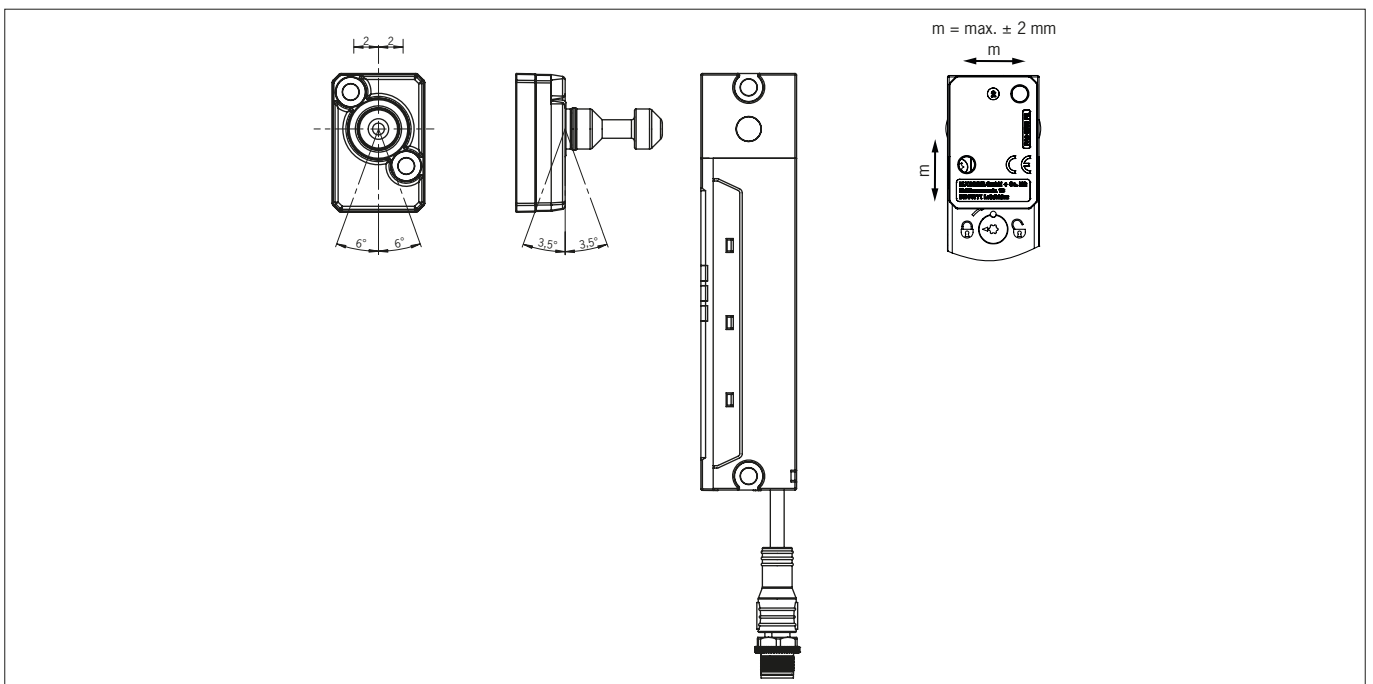

图4：最大触发块偏转量和最大中心距偏移量
- 请遵守开关与触发块之间的最大允许倾斜角度（请参见图4）。